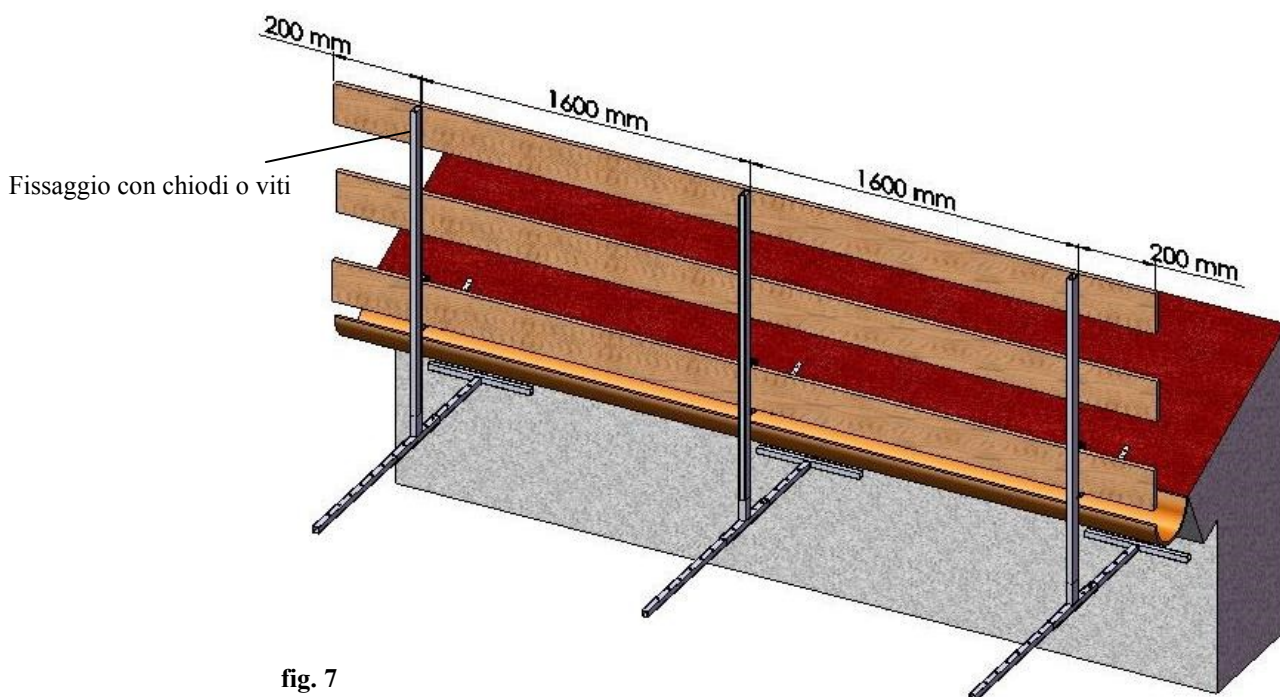

fig. 7
- Completare il montaggio del sistema di protezione provvisorio, inserendo negli appositi sostegni, le tavole (fig. 7 a pag. 9) in legno di abete o di altra essenza (classe minima di resistenza C16 – UNI EN 338), o con altri profili metallici in grado di resistere ai carichi richiesti dalla normativa UNI EN 13374;
- Le tavole (fig. 7) o i profili utilizzati devono essere integri sotto l'aspetto della resistenza e la loro lunghezza minima deve essere superiore di almeno 400 mm a due campate. (esempio: 1600 mm + 1600 mm + 200 mm + 200 mm = 3600 mm)